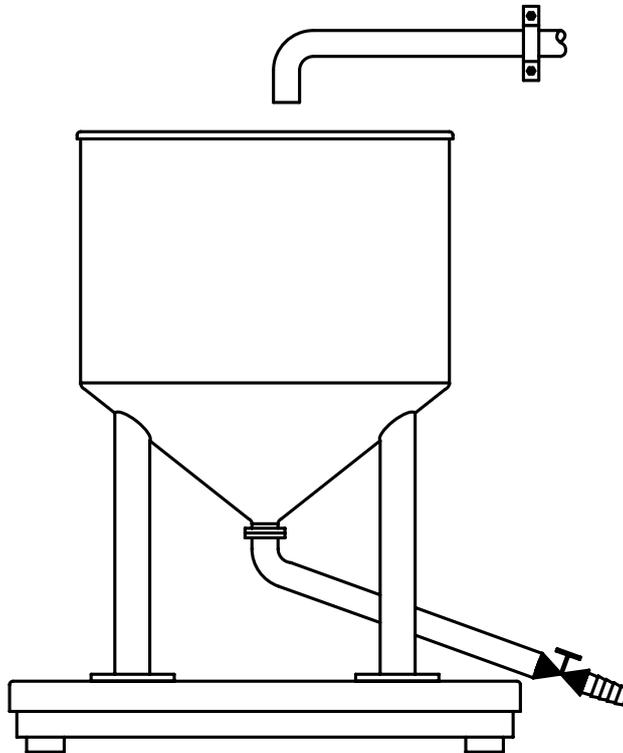

Abb. 23: Referenztankwaage
3. Materialtransfer. Bei dieser Methode wird Material (z. B. Wasser) auf einer separaten Referenzwaage gewogen und anschliessend in den zu kalibrierenden Tank/Behälter übertragen. Die Methode ist dementsprechend von der Genauigkeit der Referenzwaage und von der Sorgfalt, mit der Materialverluste bei der Übertragung vermieden werden, abhängig. Wenn es sich bei der Referenzwaage um eine Präzisionswaage von METTLER TOLEDO handelt, die auf der EMK-Technologie basiert und bei der die Einflüsse von Rohrleitungen minimiert sind, können die Ergebnisse jedoch besonders genau sein (siehe Abb. 23).